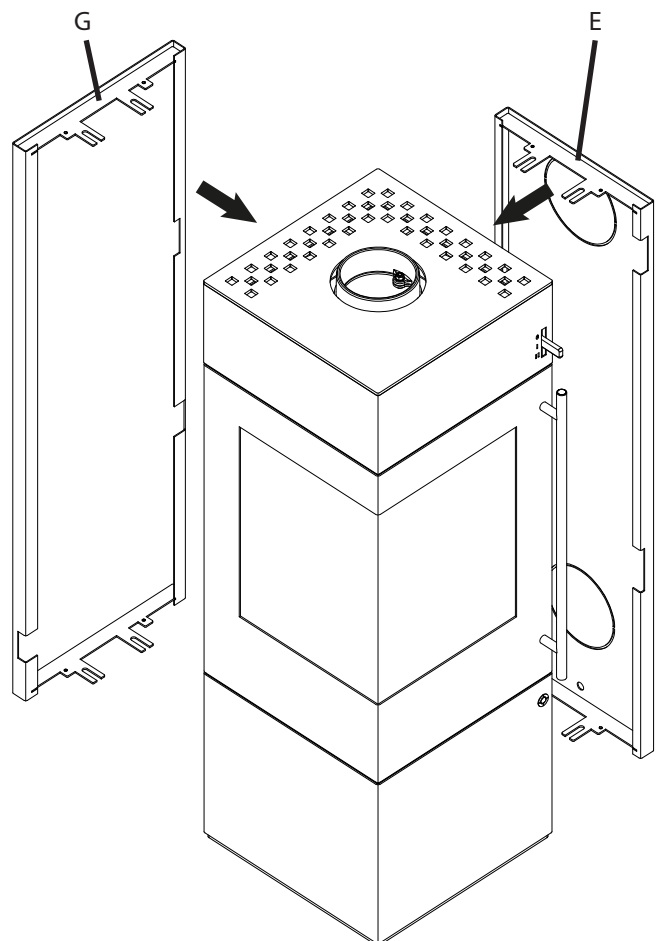

Fig.4
- Deckel für Ofenrohranschluss und Deckel für Verbrennungsluftanschluss aus der Rückwand (E) herausbrechen (siehe Fig.4).